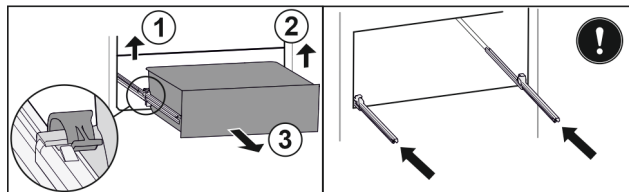

Fig. 183
- ▶ Podignite lijevu stezaljku i istovremeno izvucite ladicu lijevo prema naprijed. Fig. 183 (1)
- ▶ Podignite desnu stezaljku i istovremeno izvucite ladicu desno prema naprijed. Fig. 183 (2)
- ▶ Izvadite ladicu prema naprijed. Fig. 183 (3)